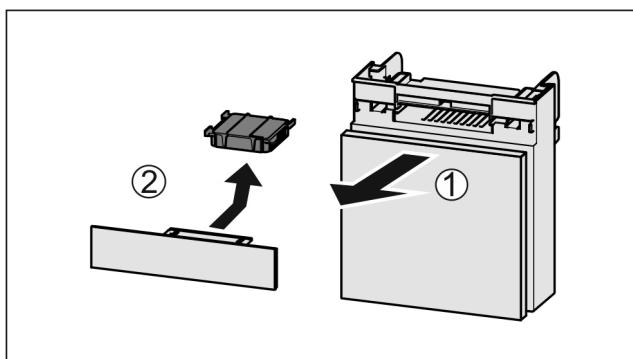

Fig. 164
- Predal izvlecite Fig. 164 (1) naprej.
- Odstranite Fig. 164 (2) aktivni ogleni filter.